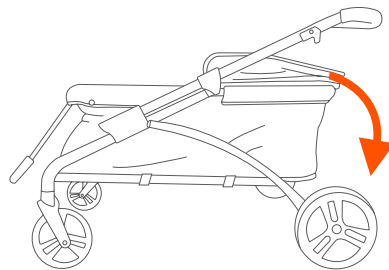

Fig. 8b
• Para plegar el cochecito, presione el botón en el gatillo izquierdo, mientras aprieta ambos gatillos de liberación simultáneamente (Fig. 8b) y empuja la manija hacia el piso.